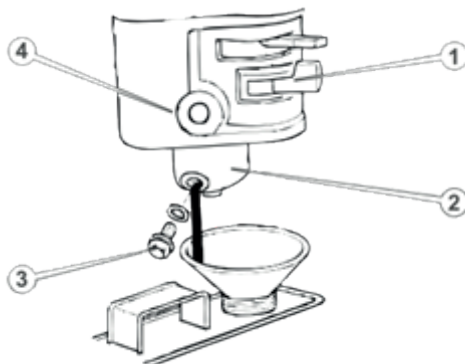

Рисунок 12. Відстійник карбюратора.
Відстійник палива (рис. 12) розташований у нижній частині карбюратора (4, рис. 12), призначений для осаду можливих механічних домішок.
- відкрутити болт (3, рис. 12);
- від'єднати ванну (2, рис. 12) карбюратора.